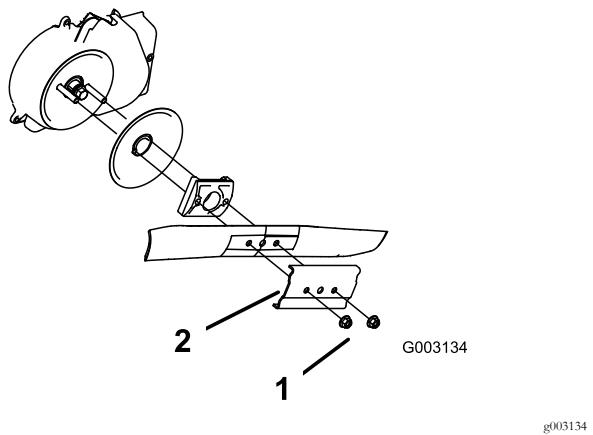

Figura 36
3. Togliete i due dadi della lama ed il rinforzo (Figura 36).
4. Togliete la lama (Figura 36).
5. Montate la lama nuova (Figura 36).